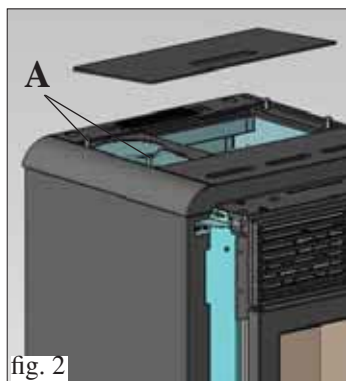

fig. 2
- Desserrer (pendant environ 15 mm) les deux vis présentes sur le dessus en fonte situé en dessous du couvercle en tôle (A - fig. 2).